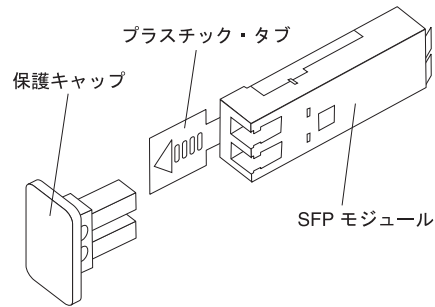

図 30. Small form-factor pluggable (SFP) モジュール
3. 45 ページの図 30 のように、SFP モジュールから保護キャップを取り外します。後で使用する場合に備えて、保護キャップを保管しておきます。